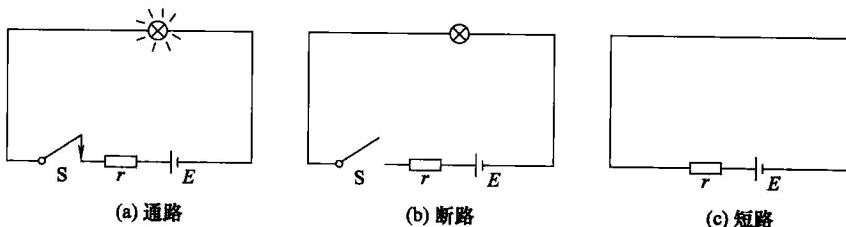

图 1-2 电路的三种状态
① 通路 如图 1-2 (a) 所示，电路中有电流流过负载，电路中负载工作基本正常。
② 断路 断路或称开路状态，如图 1-2 (b) 所示，当开关 S 断开或连接导线折断时，电路就处于断开状态，此时电源和负载未构成通路。
③ 短路 当电源两端的导线由于某种事故而直接相连时，电源输出的电流不经过负载，只经连接导线直接流回电源，这种状态称为短路状态，即短路，如图 1-2 (c) 所示。短路会烧坏电池和导线，故这种状态时不允许的！在实际工作中，应经常检查电气设备和线路的绝缘情况，以防电压源被短路的事故发生。